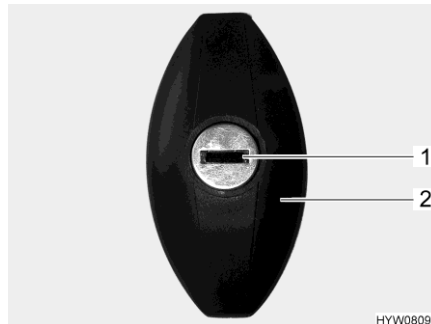

Bild 20 Klappenschloss (ellipsenförmig, verschlossen)
- Schlüssel in Schließzylinder (Bild 20,1) stecken und eine halbe Umdrehung entgegen dem Uhrzeigersinn drehen. Schlossgriff (Bild 20,2) schnappt heraus.